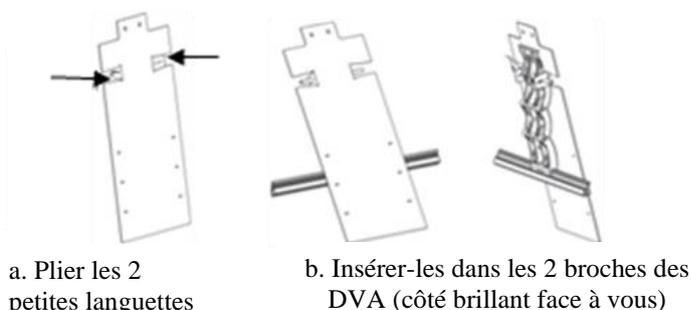

Figure 6
- Placer la languette de protection plastique sur les DVA (*Figure 6*)